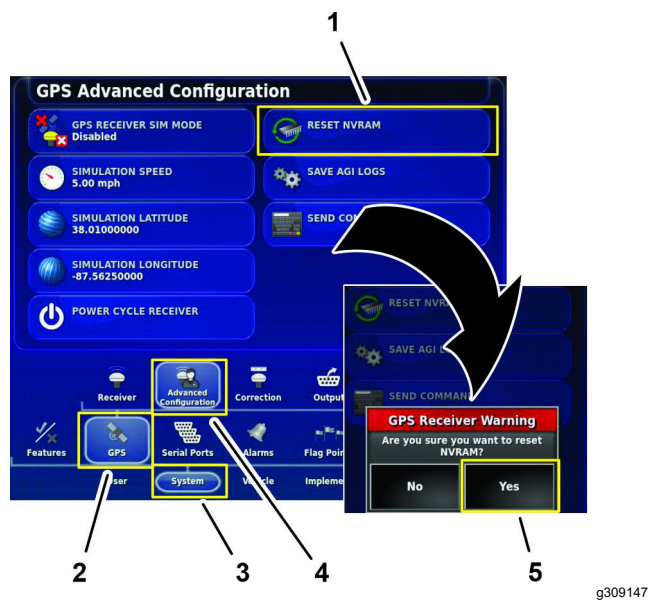

Figura 209
1. En la pantalla Configuración, pulse el icono SISTEMA, el icono GPS y el icono CONFIGURACIÓN AVANZADA (Figura 209).
2. En la pantalla Configuración avanzada del GPS, pulse el icono REINICIAR NVRAM (Figura 209).
3. En el cuadro de diálogo Advertencia recepción GPS, pulse el icono Sí (Figura 209).